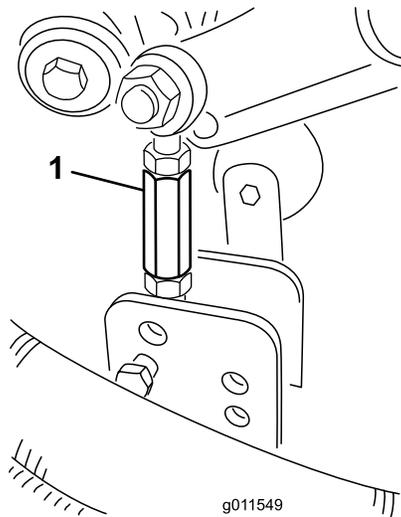
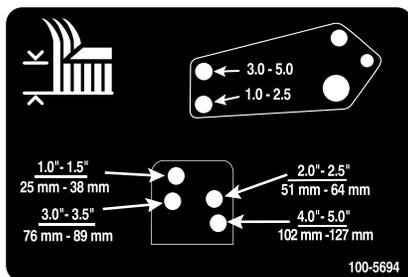

Figura 24
Figura 25
- Togliete le coppiglie ed i perni con testa che fissano le connessioni dell'ammortizzatore alle staffe dell'apparato di taglio (Figura 24). Allineate i fori dei tiranti di smorzamento con i fori della staffa per l'altezza di taglio desiderata sul telaio dell'apparato di taglio (Figura 25), inserite i perni con testa e montate le coppiglie.